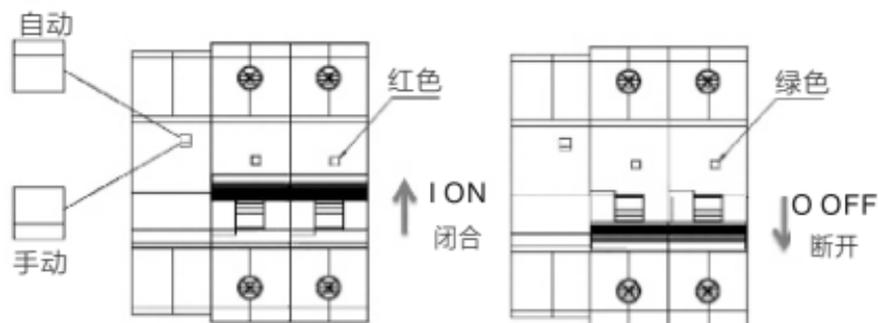

图2 产品手动、自动状态，闭合、断开状态指示
5.1 安装使用前先检查断路器标志与所使用的工作条件是否相符；通电前，先人为操作几次断路器，其机构动作应灵活、可靠、无阻滞现象。产品手动、自动状态，闭合、断开状态指示如下图2